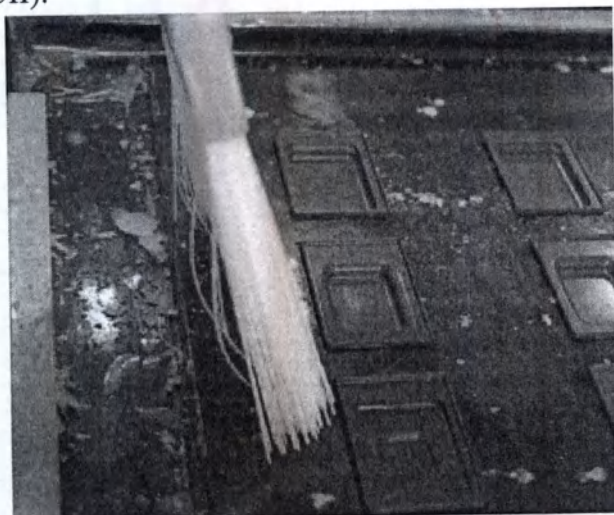

Рисунок 5II
3. Если воспользоваться пылесосом не возможно, используйте поставляемую щетку и совок (рис. 5II).